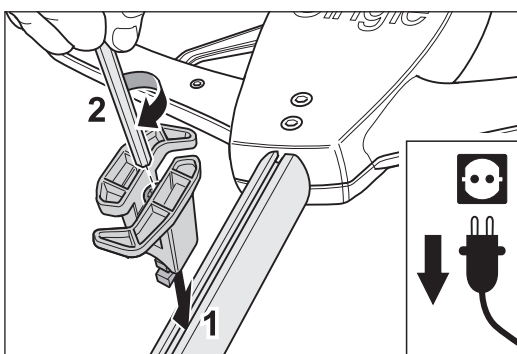

Fig. 22 Introducción del taco de corredera en la ranura del mango tubular y apriete del tornillo.
- 3 Introduzca el taco de corredera en la ranura del mango tubular y apriete el tornillo. El taco de corredera va girando, de modo que el portacables queda apretado (fig. 22).